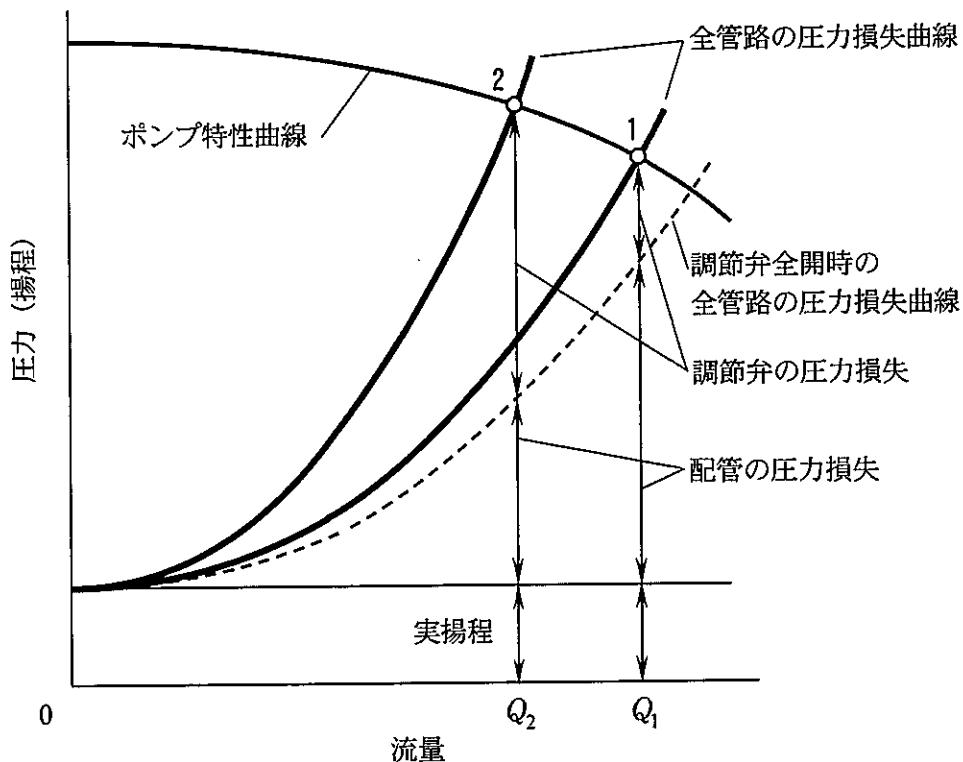

図2 調節弁による流量操作
(2) 流量制御の操作部として調節弁を用いて、渦巻ポンプによる送水系の流量制御を行うときの、ポンプの特性と配管の圧力損失特性を図2に示す。
1) 流量制御の操作部としては、簡単で確実な操作性から、一般に調節弁が使用されている。図2において、運転点1の流量  $Q_1$  と運転点2の流量  $Q_2$  の間で流量を調節するには、調節弁の開度を変えることで行うことができ、例えば、調節弁の開度を小さくすれば 10 し、流量は減少する。ただし、この操作はエネルギー損失を伴うので、省エネルギー上は最善とはいえない。